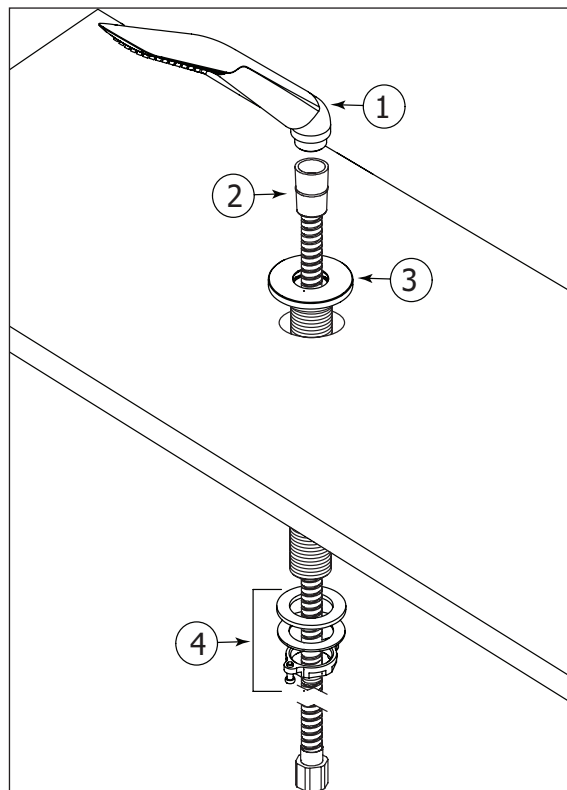

Fig.3
Insert the base (3) (decorative flange, threaded rod) into the deckmount hole. Secure with supplied tie-down kit (4) (see Fig. 3)
Insérer la base de douchette (3) (rosace décorative et manchon fileté) dans le trou de la surface. Ensuite, fixer la base avec l'écrou (4) et la rondelle en caoutchouc (voir Fig.3)